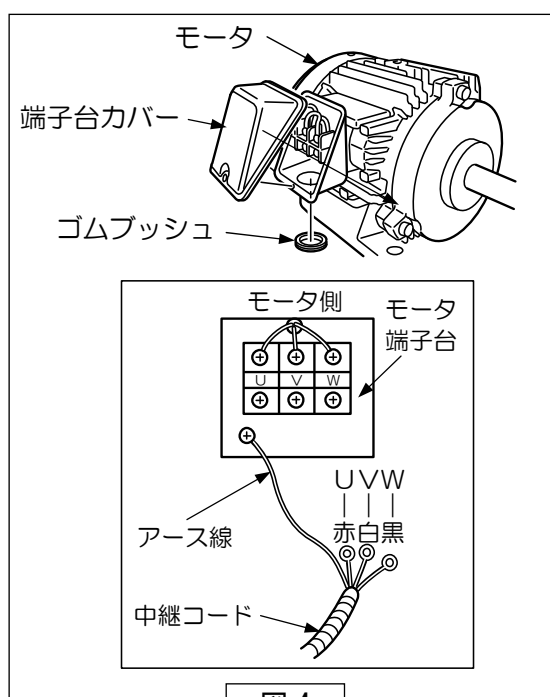

図 4
- (4) モータ端子台カバーを外してゴムブッシュを取り付け、中継コードを取り付けます。(図 4)
- (5) 上部アウトレットを昇降機に取り付けます。